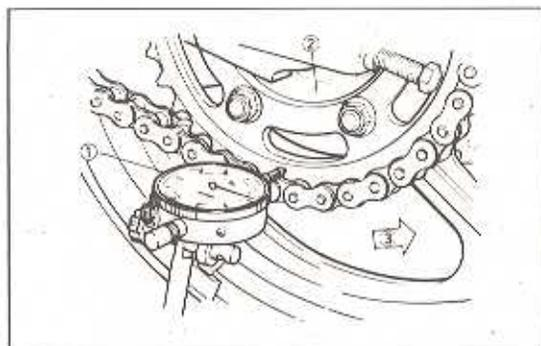

Bild 229
- Durch Drehen des Rads den Schlag des Kettenrads feststellen (Bild 229).